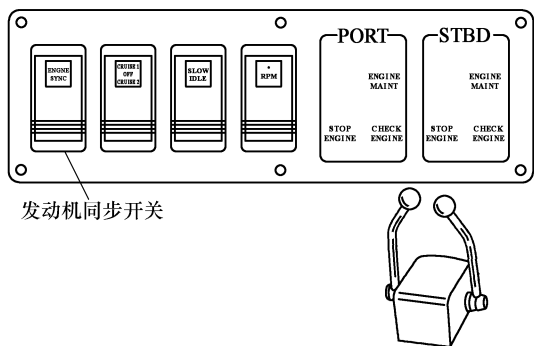

图 1-9 压下发动机同步开关停用发动机同步特性
(3) 发动机同步开关 为了避免人身伤害、船只和码头的损坏, 在入坞操作或低转速操作前, 必须压下发动机同步开关(图 1-9), 停用发动机同步特性, 这样可对每台发动机进行独立的、完全的控制。